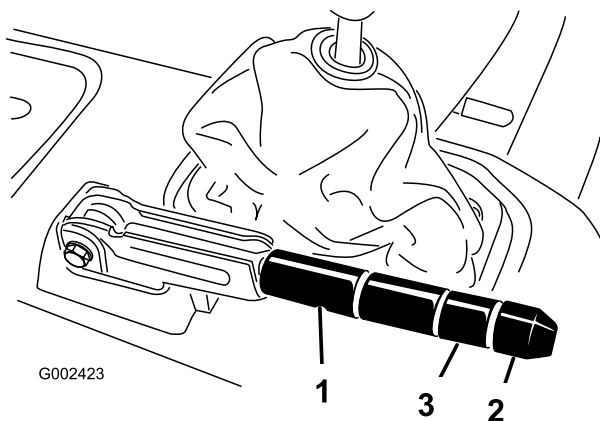

Bild 63
2. Lockern Sie die Stellschraube, mit der das Handrad am Feststellbremshebel befestigt ist (**Bild 63**).